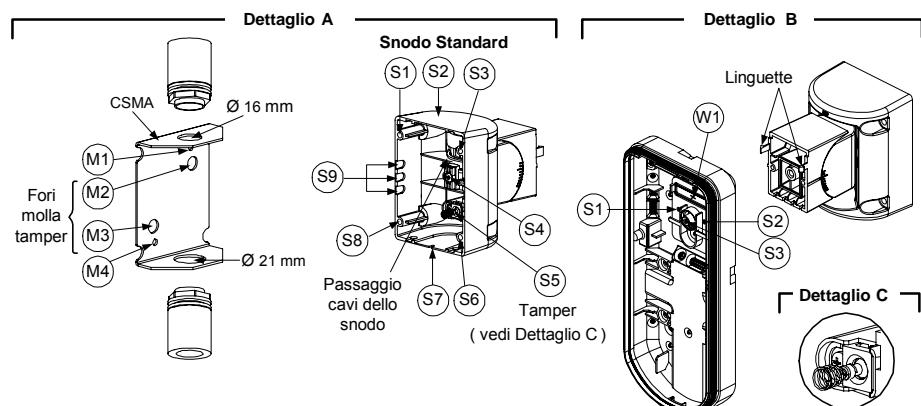

Figura 7
3. Aprire i fori a sfondare della base esterna (Figura 7, Dettaglio B)
4. Sullo snodo aprire le predisposizioni per il passaggio cavi S2, S7 o S9 (Figura 7, Dettaglio A).
5. Rimuovere il tamper antirimozione dalla base interna (consultare paragrafo "Modifica della posizione del tamper antirimozione") e collegarlo a S5 (Figura 7, Dettaglio A) sullo snodo standard.
- a. Inserire il cavo esterno attraverso le predisposizioni S2, S7 o S9 (incluso i cavi del tamper) ed estrarre facendolo passare attraverso il passaggio cavi dello snodo (Figura 7, Dettaglio B).
(utilizzare l'adattatore metallico per tubo elettrico - CSMA, Figura 7, Dettaglio A)
- d. Inserire i cavi esterni e i cavi del tamper che arrivano dal tubo elettrico facendoli passare tramite il passaggio cavi dello snodo (Figura 7, Dettaglio A).
La molla del tamper S5 (Figura 7) deve essere a contatto della parete tramite gli appositi fori M2 o M3 del CSMA. Assicurarsi di sentire il "Click" dell'interruttore tamper fissando il dispositivo alla parete.
7. Inserire i cavi del tamper e i cavi esterni che arrivano dallo snodo standard facendoli passare tramite la predisposizione W1 della base esterna (Figura 7, Dettaglio B).